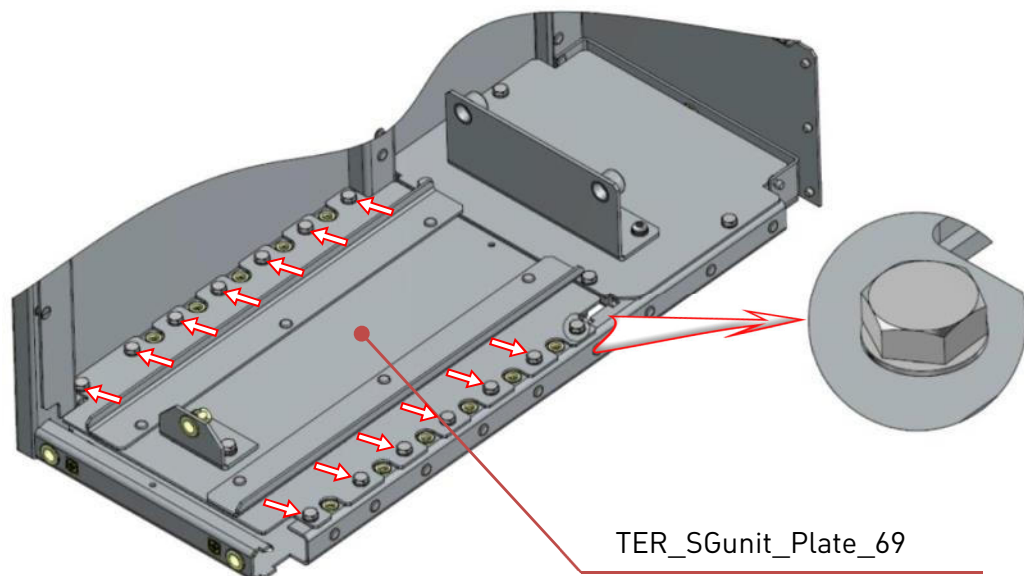

Рис.4.24. Установка передней плиты дна ШТ
- Установить переднюю плиту дна шкафа TER_SGunit_Plate_69, закрепить болтами M8x20 через шайбу зубчатую под M8 в 14-и местах, рисунок 4.24, часть деталей корпуса условно не показаны.